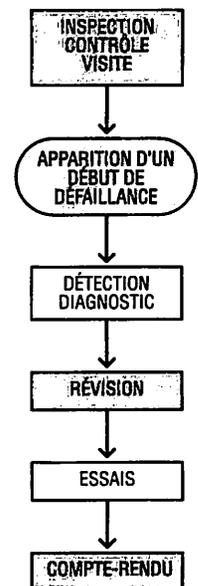

Fig. 3 : Opération de maintenance préventive conditionnelle.
2.3. Maintenance préventive conditionnelle (fig. 3)